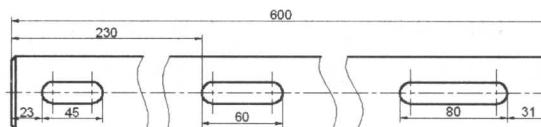

图 1.1.22 创建其余的线性标注
(3) 参见以上步骤创建其余的线性标注, 如图 1.1.22 所示。